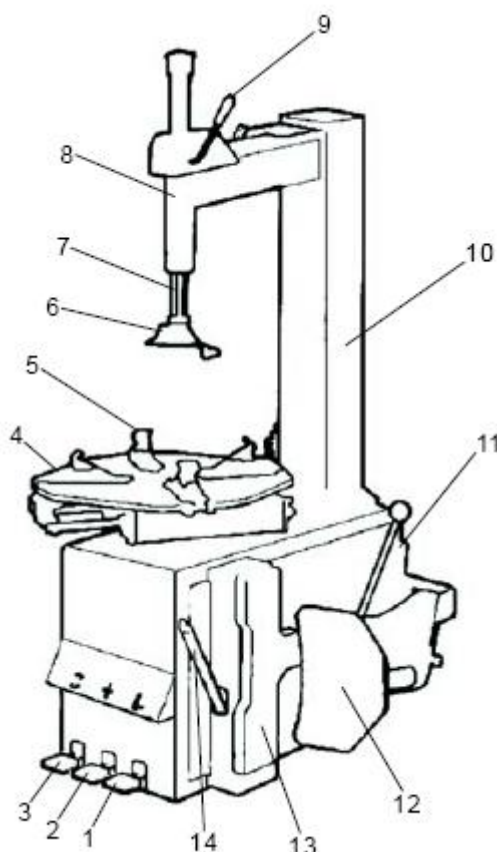

Рис.2
- 2) Нажмите педаль вращения стола (3, рис.2). Монтажный стол должен вращаться по часовой стрелке. Поднимите педаль. Стол должен вращаться против часовой стрелки.
- 3) Нажмите педаль отжима крышки (1, рис.2) до срабатывания лопаты отжима. При отпускании педали она должна вернуться в исходное положение.
- 4) Нажмите педаль зажима кулачков (2, рис.2) для разведения кулачков. При повторном нажатии на педаль кулачки сходятся.
- 3) Установите колесо на монтажный стол (4, рис.2).
- Обод от 10" до 18": Поместите четыре кулачка (5, рис.2) в положение, отмеченное маркировкой на столике, выжимая до половины вниз педаль зажима (2, рис.2). Установите колесо на кулачки и, прижимая обод колеса, выжмите педаль захвата до упора. Убедитесь, что колесо прочно удерживается кулачками.
5) Опустите штангу (7, рис.2), пока монтажная головка (6, рис.2) не окажется рядом с ободом над колесом. При помощи блокировки зафиксируйте положение штанги.
7) Поднимите закраину покрышки на носик монтажной головки. Для этого вставьте монтажную лопатку между закраиной шины и носиком монтажной головки, затем приподнимите педаль вращения стола (3, рис.2).
9) Удерживая монтажную лопатку (14, рис.2) в нужном положении, вращайте стол по часовой стрелке, полностью выжав педаль вращения стола. Продолжайте, пока шина полностью не отделится от обода.
3) Зафиксируйте обод колеса при помощи внутренних частей кулачков (5, рис.2).
4) **ПРИМЕЧАНИЕ:** если вы работаете с ободами одного и того же размера, нет необходимости постоянно фиксировать и освобождать штангу. Вместо этого сдвиньте в сторону плечо (8, рис.2) с зафиксированной штангой (7, рис.2).